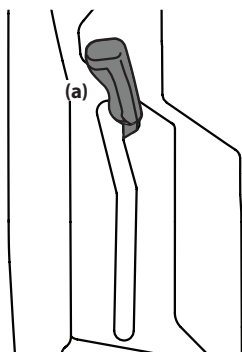

Figure 3-14
2. Déplacez le levier de la prise de force (a) vers l'avant et vers la droite à la position embrayée (ON). Voir Figure 3-14.